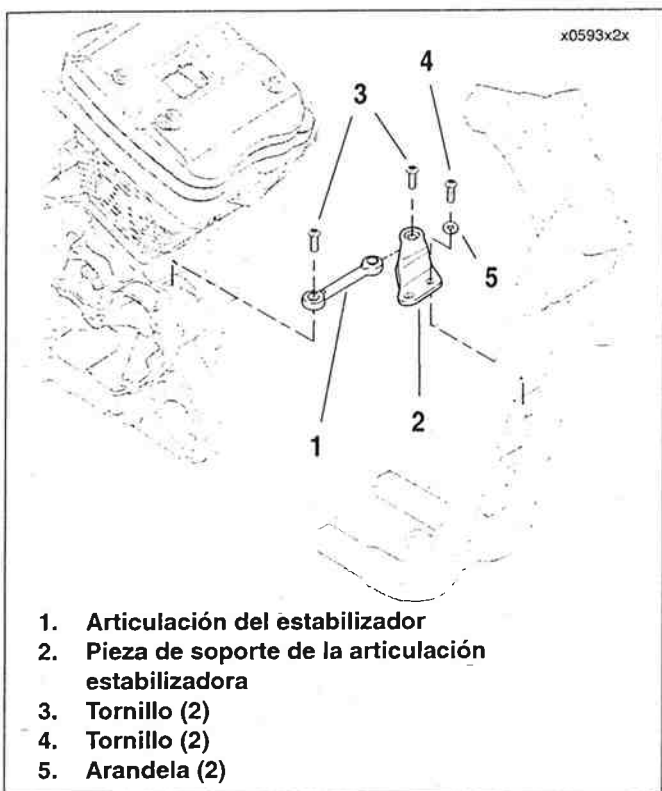

Figura 2-136. Conjunto de la articulación estabilizadora inferior delantera
2. Vea la Figura 2-136. Extraiga los tornillos (3) y la articulación estabilizadora (1).
3. Extraiga los tornillos (4), arandelas (5) y pieza de soporte de la articulación estabilizadora (2) de la estructura.
1. Vea la Figura 2-136. Instale los tornillos (4), arandelas (5) y pieza de soporte de la articulación estabilizadora (2) en la estructura. Apriete a 33,9-47,5 N·m (25-35 lb-pie).
2. Instale los tornillos (3) y articulación estabilizadora (1). Apriete a 33,9-47,5 N·m (25-35 lb-pie).
5. Vea la Figura 2-136. Extraiga el tornillo (3) que asegura la articulación inferior delantera (1) a la pieza de soporte de la articulación estabilizadora (2).
1. Vea la Figura 2-136. Instale ambos aisladores delanteros (1) en el saliente de montaje del motor en el frente del cárter. Tome nota de que cada aislador tiene una lengüeta de media luna y encaja en el saliente de montaje del motor solamente de una manera. Empujé el motor a la derecha hasta que el aislador derecho haga contacto con el saliente de la estructura.
2. Instale la montura del aislador delantero (2) sobre el aislador delantero izquierdo.
3. Instale los tornillos (5) a través de la montura del aislador delantero y enrosque en la estructura. Apriete a 33,9-47,5 N·m (25-35 lb-pie).
4. Inserte el perno (3) a través del conjunto del aislador delantero/soporte del motor desde el lado izquierdo. Enrosque la tuerca (4) en el perno. Apriete a 81,4-95,0 N·m (60-70 lb-pie).
5. Vea la Figura 2-136. Sujete la articulación inferior delantera (1) a la pieza de soporte (2) con el tornillo (3). Apriete a 33,9-47,5 N·m (25-35 lb-pie).
16. Vea la Figura 2-136. Extraiga el tornillo (3) que asegura la articulación inferior delantera (1) a la pieza de soporte de la articulación estabilizadora (2).
8. Vea la Figura 2-136. Sujete la articulación inferior delantera (1) a la pieza de soporte (2) con el tornillo (3). Apriete a 33,9-47,5 N·m (25-35 lb-pie).